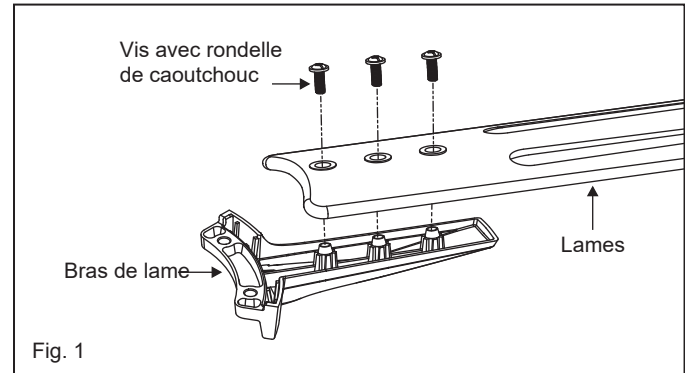

Fig. 1
- 1 Retirez la bille de la tige de suspension en desserrant la vis de blocage latérale. Faites glisser la bille vers le bas et enlevez la goupille transversale ; retirez ensuite la bille. (Fig. 1)
1. Insérez le contrôleur dans le support de montage au plafond, le côté plat du contrôleur orienté vers le plafond (Fig. 1). Pour assurer des performances optimales, assurez-vous que l'antenne noire et l'antenne Wi-Fi, situées à l'extrémité du contrôleur, restent déployées et ne s'emmêlent pas avec les fils électriques.
- 1 Fixez les pales et leurs supports à l'aide des trois vis de fixation. Insérez une vis dans le support, sans la serrer. Répétez l'opération pour les deux vis restantes. (Fig. 1)
- 1 Retirez l'une des trois vis du moyeu de fixation situé sur le moteur du ventilateur. Desserrez les deux autres vis. (Ne les enlevez pas) (Fig. 1)
- 1 Sélectionnez un emplacement souhaité. Utilisez la plaque murale pour marquer l'emplacement des trous de montage. Des chevilles murales en plastique ou des vis de montage sont nécessaires pour cette application. (Fig. 1)
Retirez le panneau de l'émetteur, puis installez une pile 2032 (incluse). Vous devez utiliser une pièce de monnaie pour ouvrir ou fermer le couvercle de la batterie. Pour éviter d'endommager l'émetteur, retirez la batterie s'il n'est pas utilisé pendant de longues périodes (Fig. 1).